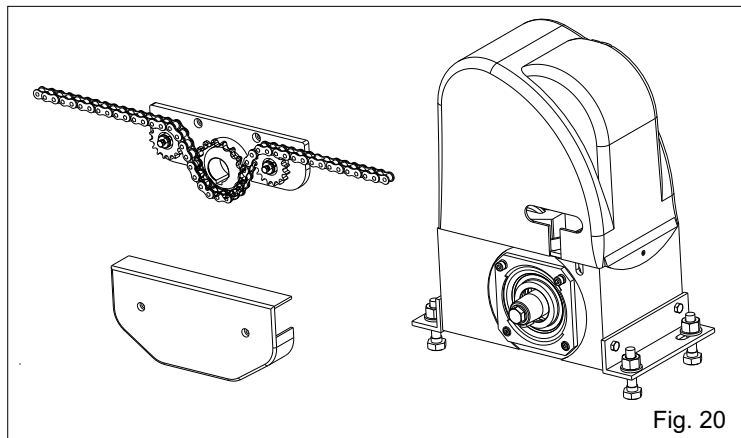
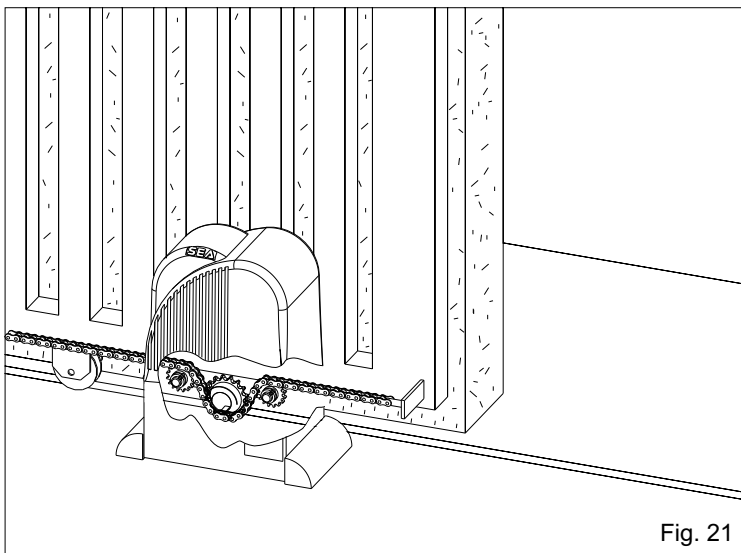
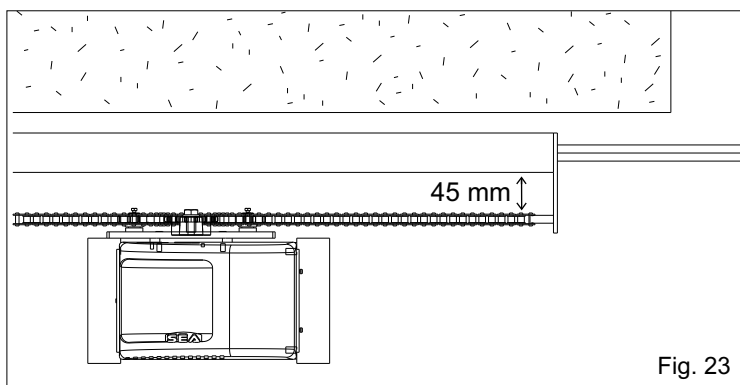
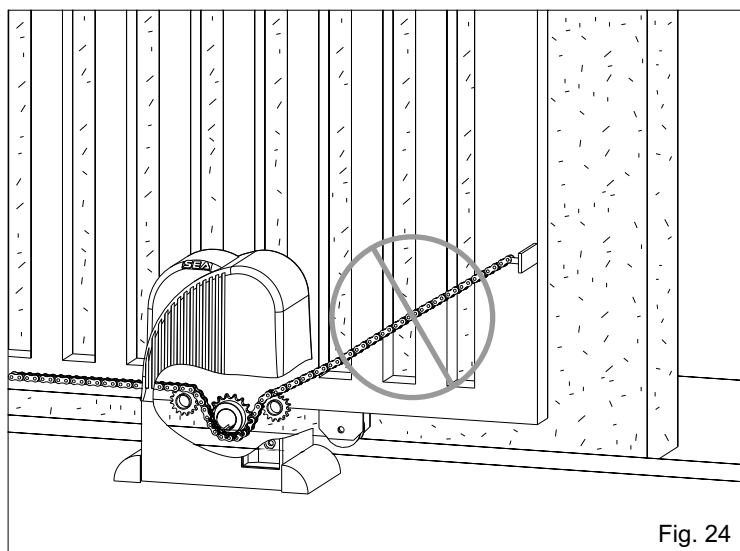

Fig. 20
Fig. 21
Fig. 23
Fig. 24
Le montage des parts principales comprenant l'ensemble de l'automatisme à chaîne est illustré dans Fig. 20.
Dans les figures 21 et 22 il est possible voir l'installation correcte respectivement avec portail ouvert et fermé; noter bien que le parcours obligatoire de la chaîne à l'intérieur du groupe pignon ne doit pas être varié.
Nota : Il faut que les trous pour le tendeur de chaîne et donc pour la chaîne elle-même se trouvent dans une distance de 45 mm du portail (fig. 23).
10.2. Installer la chaîne en faisant la passer par le groupe pignon comme dans Fig. 20. La chaîne doit toujours être en ligne, soit verticalement (Fig. 21) que horizontalement (Fig. 23), dans le cas contraire (Fig. 24 et 25) elle peut se dérailler du groupe pignon ou il y a le risque d'avoir un majeur effort du motoréducteur et de conséquence un mauvais fonctionnement de l'installation.